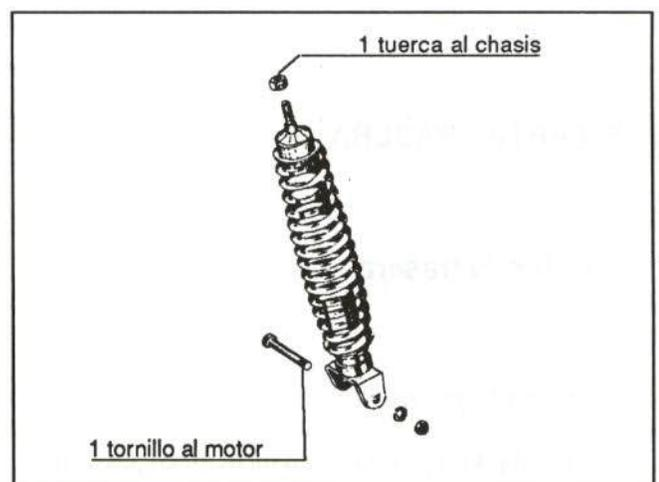

Figura 29.- Fijación del amortiguador trasero
En la figura 29 se muestra su fijación.
- Soltar amortiguador de la parte inferior (figura 29)